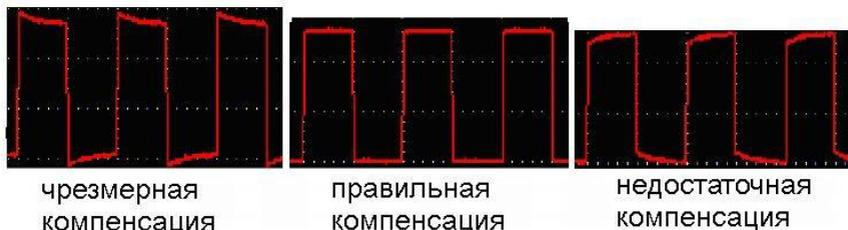

Рисунок 4.2. Варианты осциллограммы при компенсации щупа
2. Оцените форму полученной осциллограммы и сделайте регулировку щупа, пока не будет достигнута правильная компенсация (см. рисунок 4.2 и рисунок 4.3).